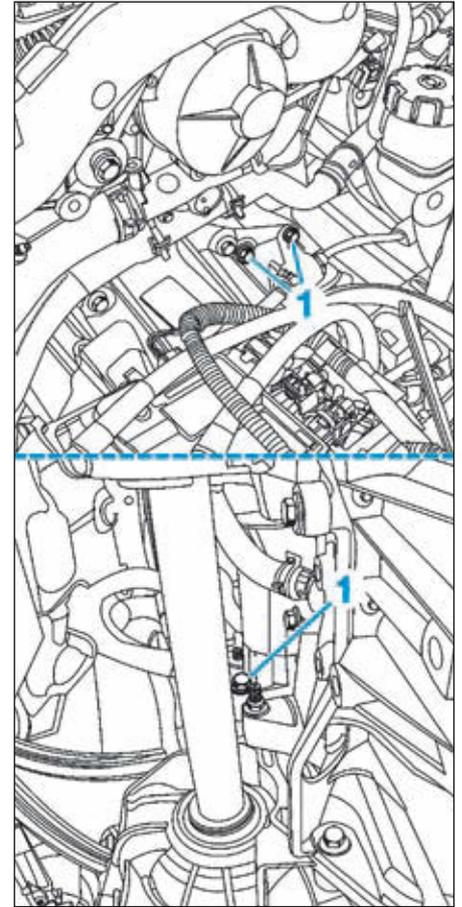

FIG.15
- Déposer les vis (1) puis le démarreur (Fig.15).